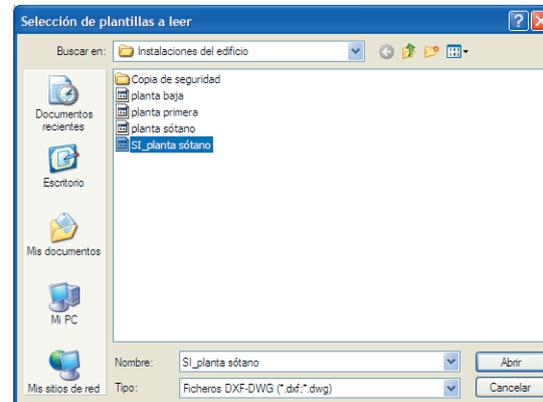

Fig. 1.11
- Pulse el icono  **Añadir nuevo elemento a la lista**. Se abrirá la ventana **Selección de plantillas a leer** (Fig. 1.11). Busque el fichero SI_planta sótano en la ruta C:\CYPE Ingenieros\Ejemplos\Instalaciones del edificio. Selecciónelo y pulse **Abrir**.